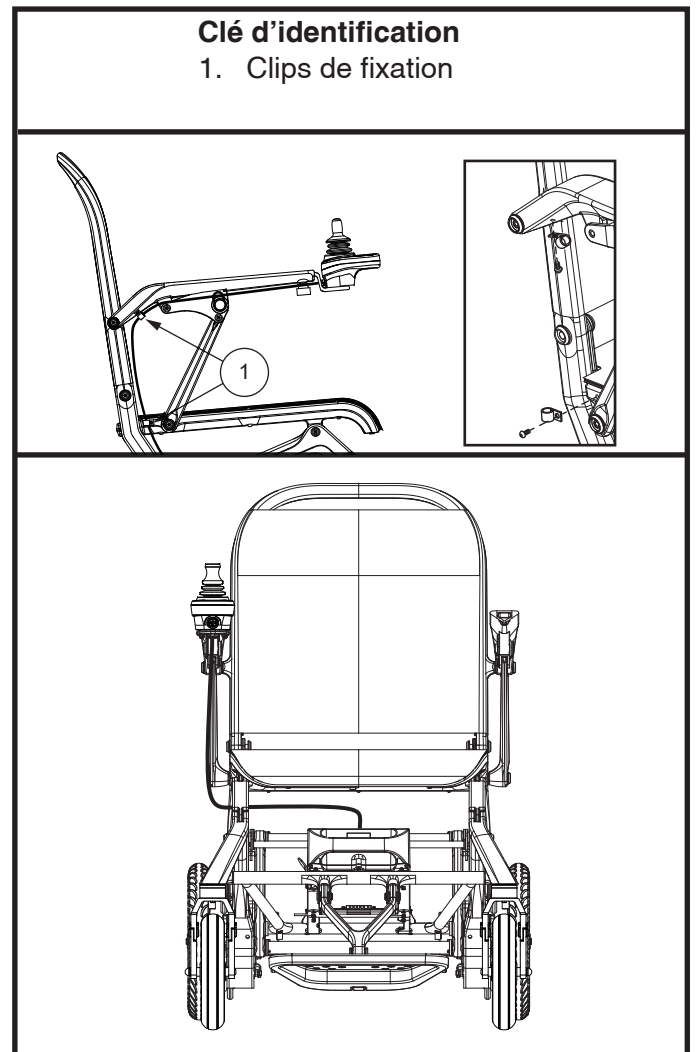

Figure 10. Position du contrôleur
2. Débranchez le faisceau du contrôleur des clips de fixation. Désinstallez les clips de fixation et réinstallez-les de l'autre côté. **Voir la figure 10.**
9. Accrochez le faisceau de câbles du contrôleur aux clips de fixation. **Voir la figure 10.** Assurez-vous que l'accoudoir peut être levé et abaissé librement sans aucune tension sur le faisceau de câbles afin que les clips de fixation ne se déconnectent pas.